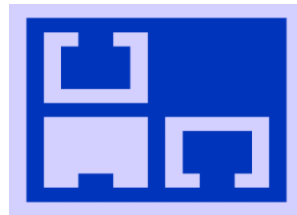

Figura 16 – Status de Indicação das Portas Ethernet
8. O estado do link de cada uma das 4 portas Ethernet (no painel traseiro do equipamento), indica se o link está “up” (conectado) ou “down” (vazio). A Figura 16 – Status de Indicação das Portas Ethernet indica que a GbE1 está com link ativo, GbE2 e GbE3 estão desconectadas e GbE4 está desabilitada.